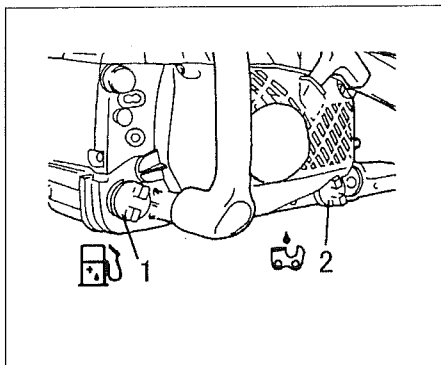

Fig.2-1B
#### ⚠ WARNING! (Fig. 2-1B)
- **ATTENTION! (Fig. 2-1B)** Ne jamais faire le plein lorsque le moteur est en fonctionnement.
- Desserrer lentement le bouchon du réservoir de carburant (1) pour effectuer le remplissage afin de laisser échapper la surpression éventuelle.
- **ATTENZIONE! (Fig. 2-1B)** Spegner sempre il motore prima del rifornimento.
- Quando si effettua il rifornimento di carburante, aprire lentamente il serbatoio del carburante (1) in modo da eliminare un eventuale eccesso di pressione. Stringere bene il tappo del serbatoio, dopo il rifornimento.
#### ⚠ ATENCIÓN! (Fig. 2-1B)
#### ⚠ VARNING! (Fig. 2-1B)
**En Chain oil (Fig. 2-1B)**
When pouring fuel (1) or chain oil (2) into the tank, place the unit with cap side up. (Fig. 2-1B)
**Fr Huile de chaîne (Fig.2-1B)**
Lorsqu'on remplit les réservoirs soit avec du carburant (1), soit avec de l'huile de chaîne (2), placer la machine sur le côté avec les bouchons orientés vers le haut (Fig. 2-1B).
**It Ollo per catena (Fig. 2-1B)**
Quando si versa il carburante (1) o l'olio per la catena (2) nel serbatoio, collocare l'attrezzo con il lato con il tappo rivolto verso l'alto. (Fig. 2-1B)
**Ge Kettenöl (Fig. 2-1B)**
**Sp Aceite para la cadena (Fig. 2-1B)**
Al cargar el combustible (1) o el aceite para la cadena (2) en el tanque, deberá colocarse la unidad con la tapa hacia arriba. (Fig. 2-1B)
**Sw Olja för kedjan (Fig. 2-1B)**
Vid påfyllning av bränsle (1) eller olja för kedjan (2) i tanken, skall sidan med locket vändas uppåt. (Fig. 2-1B)